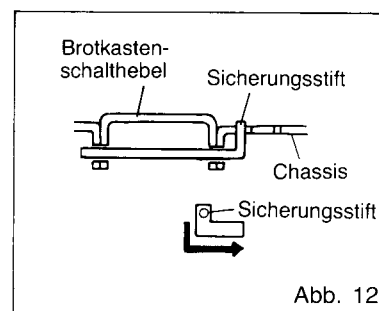

Abb. 12
- B) Den Schalthebel entnehmen. Abb. 12.